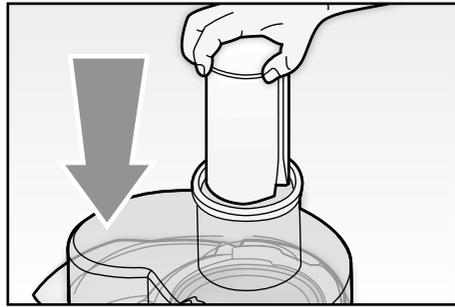

Fig. 8
- Posizionare il premi cibo (A) nel relativo alloggiamento (L) (Fig. 8).
- Posizionare la manopola di accensione (G) su «1». Il motore inizierà a girare. Nel caso si desiderasse una velocità maggiore, ruotare la manopola di accensione (G) su «2».
- Fare scorrere il premi cibo (A) nel relativo alloggiamento (L) e premere leggermente per spingere il cibo verso il filtro (B).
**ATTENZIONE:** Evitare di inserire troppo cibo nell'apparecchio o di esercitare una pressione troppo forte sul premi cibo (A).
- Perché l'apparecchio continui a funzionare perfettamente, evitare che il raccogliore polpa (H) si